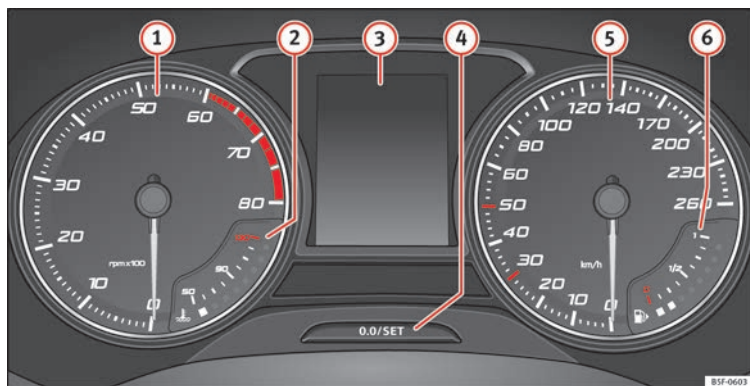

Fig. 82 Tableau de bord à l'avant.
Explications concernant les cadrams » fig. 82 :
Le compte-tours indique le nombre de tours du moteur par minute » fig. 82 ①.
L'aiguille du compte-tours ① » fig. 82 ne doit rester que peu de temps dans la zone rouge : risque d'endommagement du moteur.
Lors de la mise du contact d'allumage, l'écran du tableau de bord » fig. 82 ③ affiche diverses informations en fonction de l'équipement du véhicule :
• Appuyez brièvement sur le bouton » fig. 82 ④ pour remettre le compteur kilométrique journalier à 0.
• Maintenez enfoncé le bouton ④ pendant environ 3 secondes pour afficher la valeur précédente.
• Pour régler l'heure, maintenez enfoncé le bouton » fig. 82 ④ pendant plus de 3 secondes afin de sélectionner l'indicateur des heures ou des minutes.
• Pour poursuivre le réglage, appuyez sur la partie supérieure ou inférieure du bouton ④. Pour que les nombres défilent rapidement, maintenez la touche appuyée.
• Appuyez de nouveau sur le bouton ④ pour mettre fin au réglage de l'heure.
Maintenez enfoncé le bouton » **fig. 82 ④** pendant plus de 15 secondes pour afficher les lettres-repères du moteur (MKB) du véhicule. Pour cela, le contact d'allumage doit être mis et le moteur coupé.